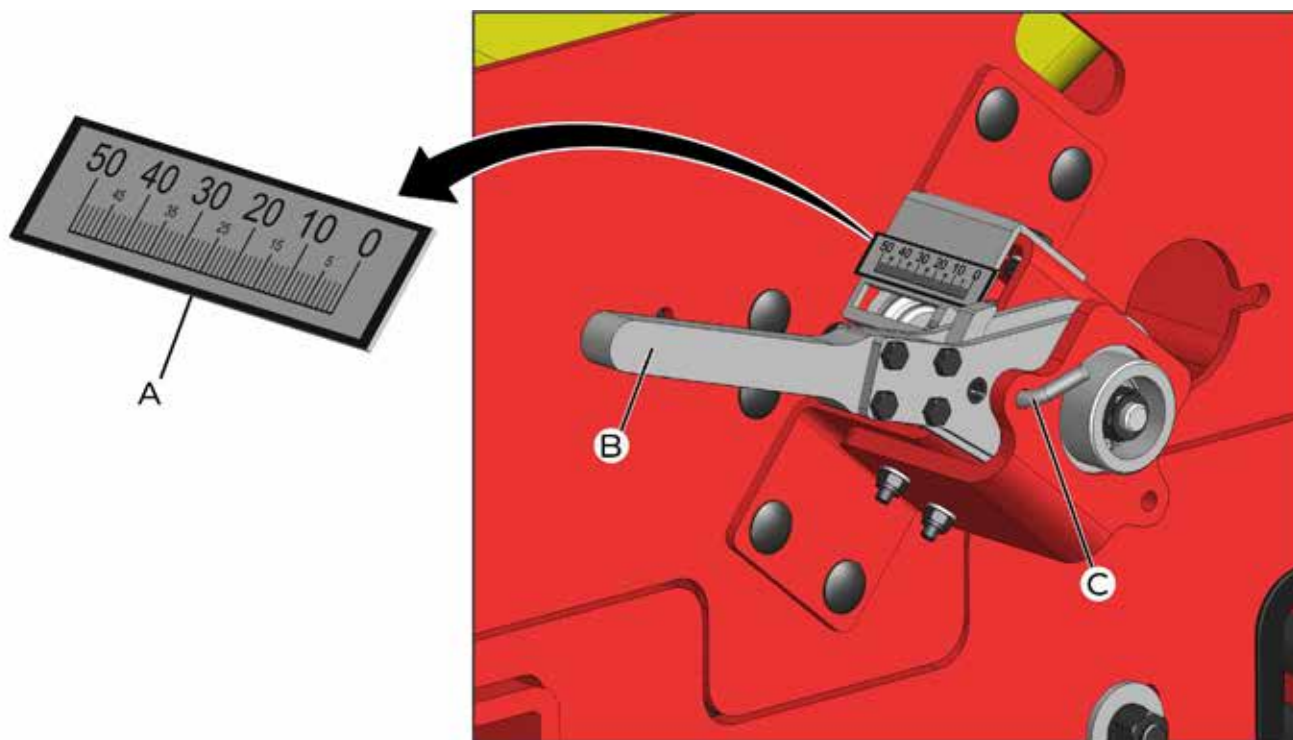

fig. 11
Se a quantidade de sementes não foi a desejada, gire a alavanca (B) (fig.11) para outra posição da escala (A), para mais ou para menos e repita novamente a operação.